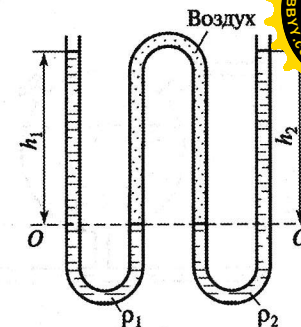

Рис. 2.8
**Задача 2.9.** Двойная U-образная трубка заполнена двумя жидкостями таким образом, что свободная поверхность во внутреннем ответвлении трубки находится на одном уровне (рис. 2.8). Рассчитать плотность  $\rho_2$ , если  $\rho_1 = 1000 \text{ кг/м}^3$ ;  $h_1 = 0,8 \text{ м}$ ;  $h_2 = 0,65 \text{ см}$ .